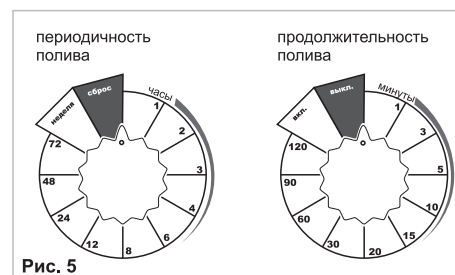

Рис. 5
1. Для новой программы переключите таймер (продолжительность полива) в положение «Выкл.» (см. Рис.5).